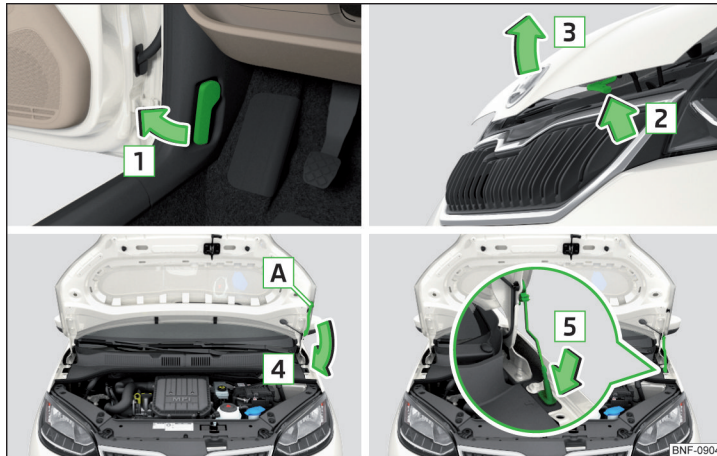

Abb. 138 Motorraumklappe öffnen
- › Die Vordertür öffnen und am Entriegelungshebel unterhalb der Schalttafel in Pfeilrichtung **1** ziehen » Abb. 138.